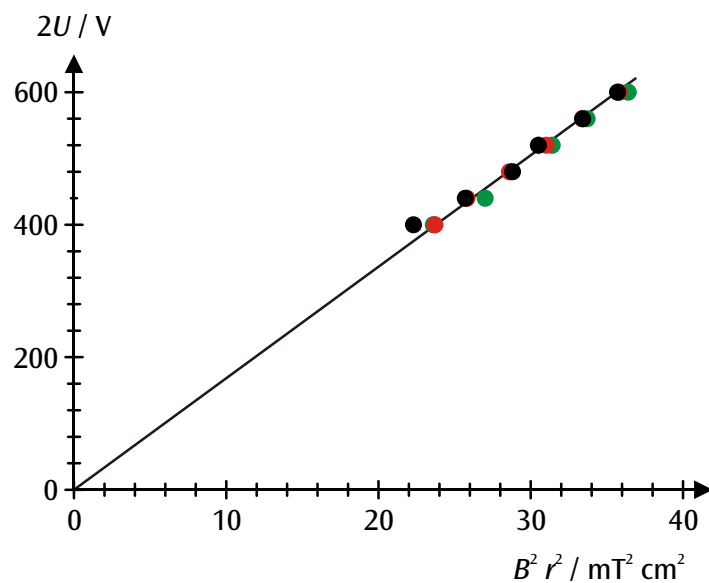

Fig. 3: Diagrama $r^2 B^2 - 2U$ dos valores de medição (preto: $r = 5$ cm, vermelho: $r = 4$ cm, verde: $r = 3$ cm)
- Para uma análise mais detalhada, inserir dos valores de medição num diagrama $r^2 B^2 - 2U$ (veja fig. 3).